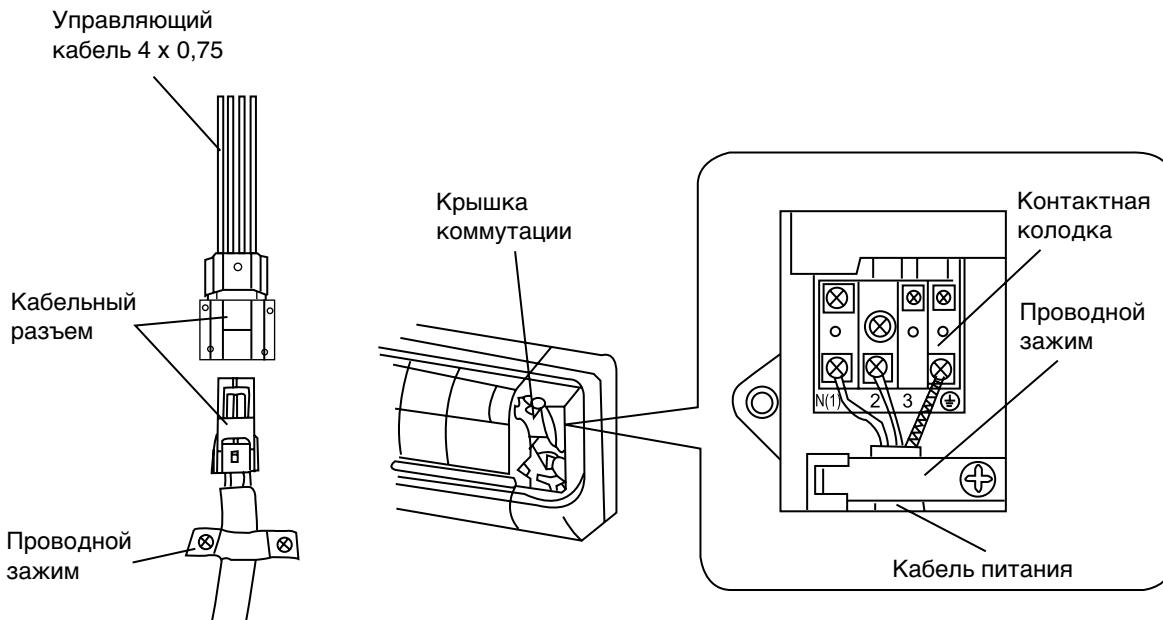

Рис. 4
2. Снимите крышку коммутации (рис. 4).
4. Подключите синий провод кабеля питания к клемме "N(1)", коричневый – к клемме "2", красный – к клемме "3" и желто-зеленый (провод заземления) – к клемме GND , как показано на рис. 4.